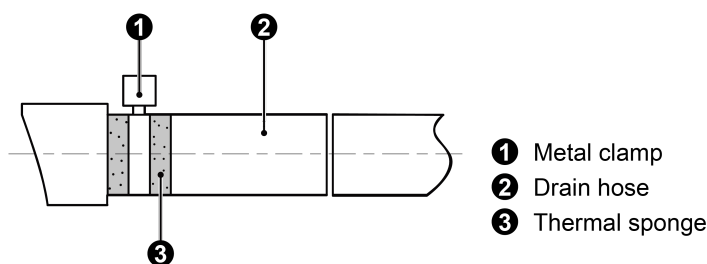
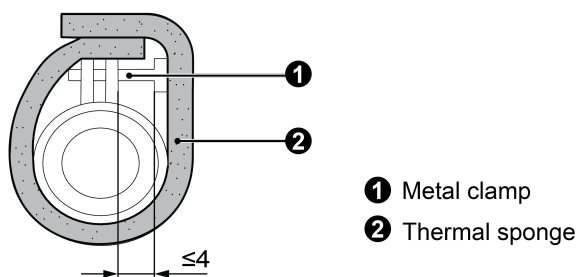

Fig.4.3.2
Fig.4.3.3
- (1) Inserte la manguera de drenaje en el orificio de drenaje y fíjela con cinta, como se muestra en la Fig.4.3.2. Los modelos con bomba de agua se suministran con manguera de drenaje; para los demás modelos, deberá prepararla usted mismo.
(2) Apriete la abrazadera de la tubería, manteniendo una distancia inferior a 4 mm entre la tuerca del tornillo y la manguera.
- (3) Utilice una placa de sellado para aislar la abrazadera de la tubería y la manguera, como se muestra en la Fig.4.3.3.
- (3) Use sealing plate to make the pipe clamp and hose insulated, as shown in Fig.4.3.3.